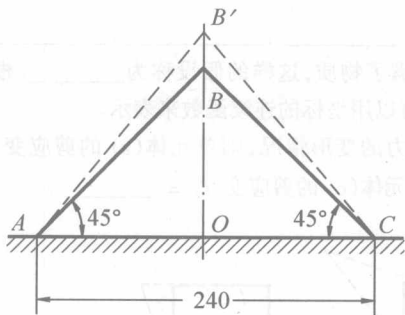

图 1-5
1.5 图 1-5 所示的三角形薄板因受外力作用而变形, 角点  $B$  垂直向上的位移为  $0.03 \text{ mm}$ , 但  $AB$  和  $BC$  仍保持为直线。试求沿  $OB$  的平均应变, 并求  $AB$  与  $BC$  两边在  $B$  点的角度改变。